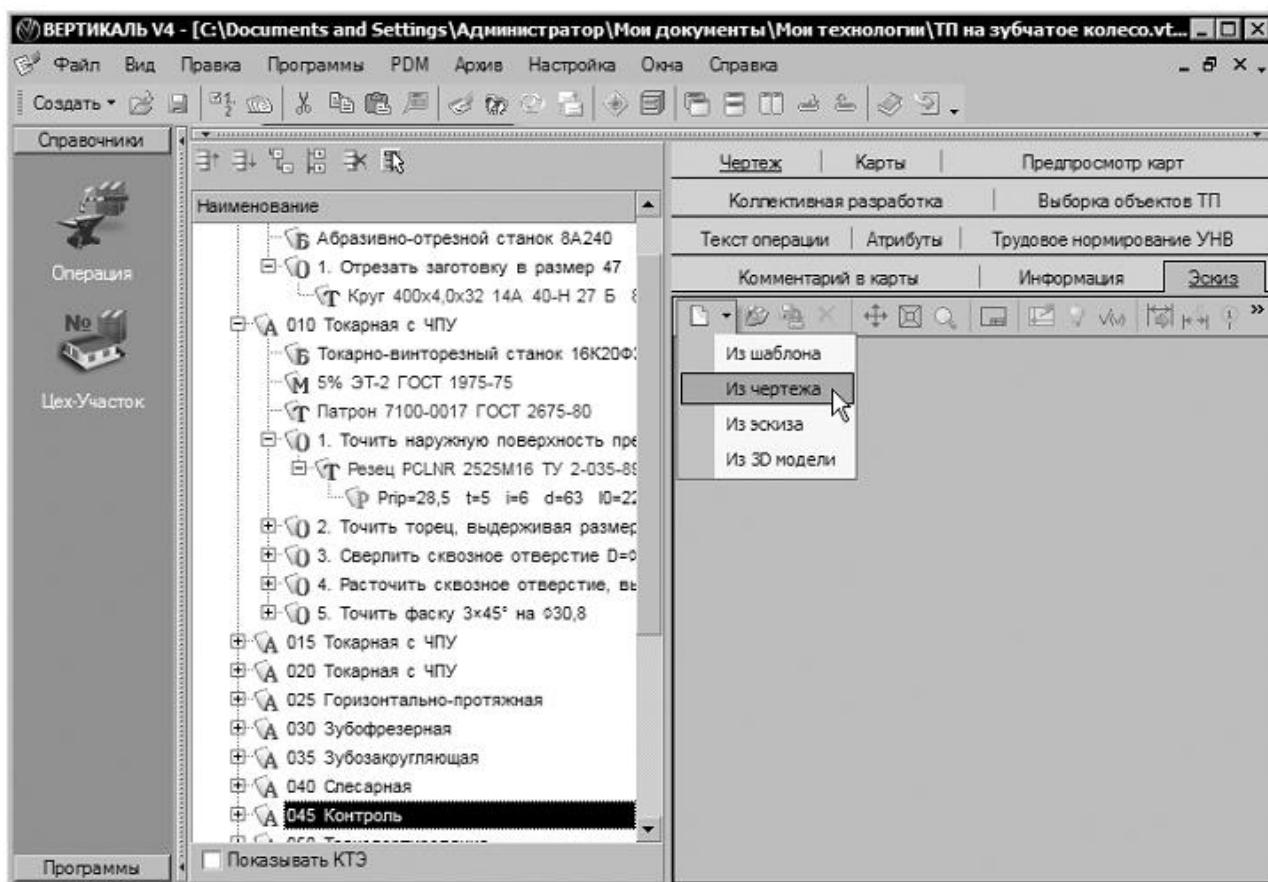

Рисунок 17.
10. Нажмите кнопку Создать эскиз и выберите из открывшегося списка Из чертежа (рис. 17).